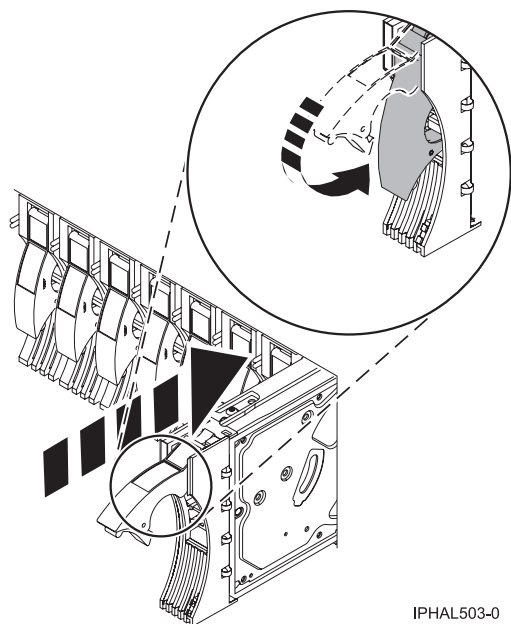

Figura 1. Instal·lació d'una unitat de disc en un sistema
9. Feu lliscar la unitat de disc o la unitat d'estat sòlid cap a dins de la unitat del sistema fins que topi amb Figura 1.